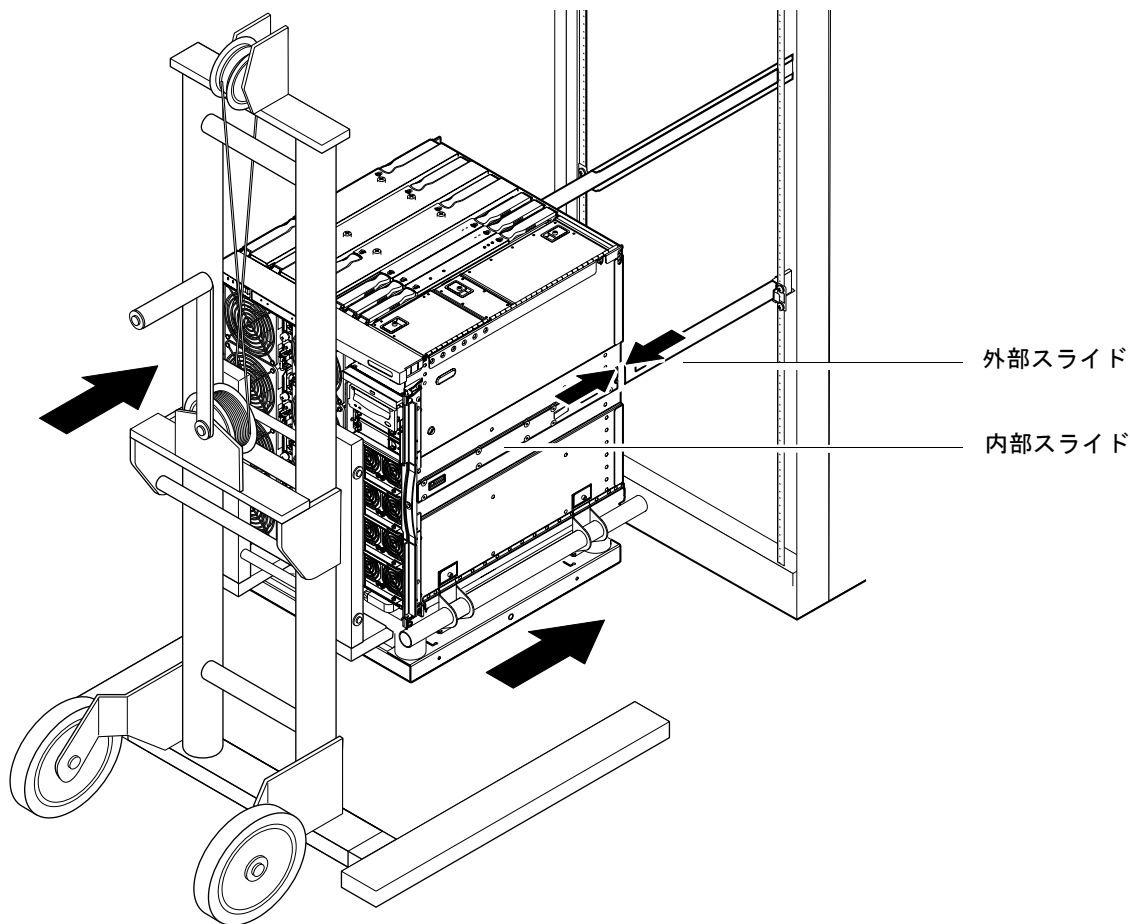

図 1-9 スライドの位置合わせ
6. システムのライドがキャビネットの外部スライドに完全にかみ合うまで、リフターを前方に注意深く移動させます (図 1-9)。